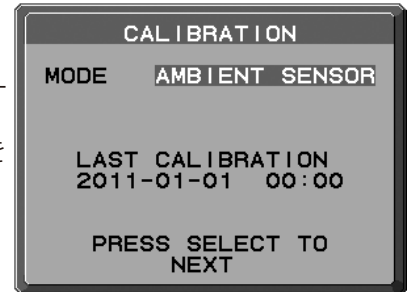

図18
- 2 液晶ディスプレイの電源を入れて30分以上経過してから、キャリブレーションモードで AMBIENT SENSOR を選択します。(図 18)